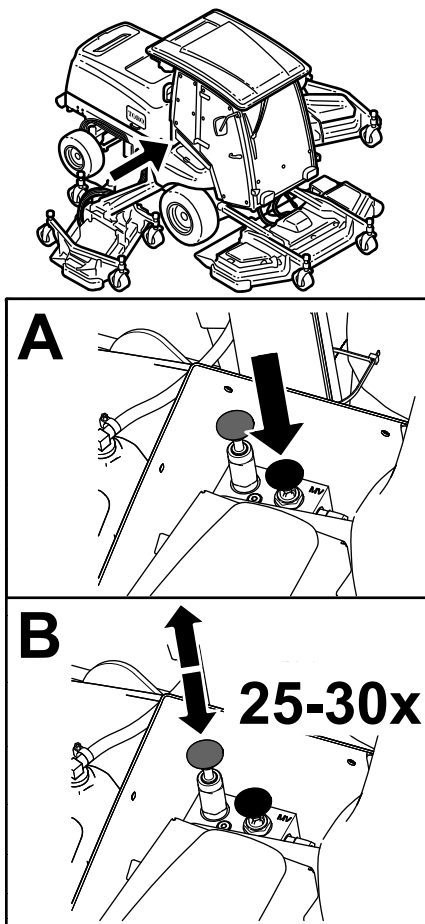

Рисунок 70
4. Вручную выключите автоматический стояночный тормоз, используя перепускной клапан и плунжер, как показано на Рисунок 70.